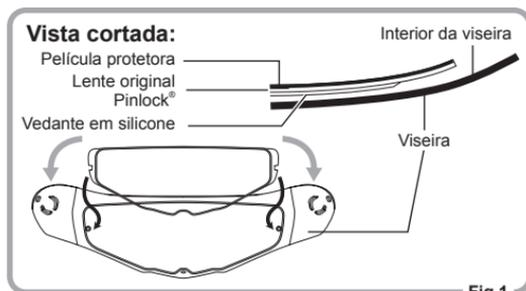

Fig.1
1. Aplique o lado do vedante em silicone da lente original Pinlock® no interior da viseira, sem descolar a película protetora da lente. No momento da aplicação, aplique a lente original Pinlock® no interior da viseira encaixando-a nas cavilhas excêntricas. (Fig. 1 e 2)